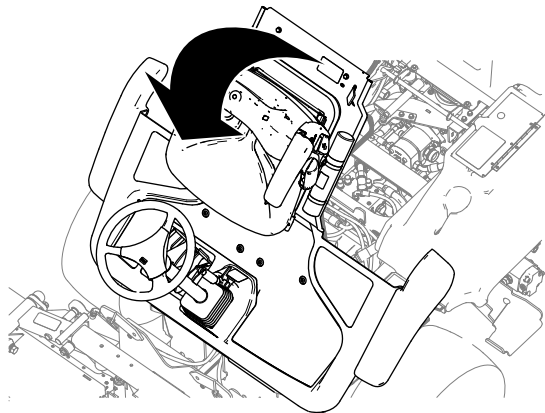

Figura 44
2. Eleve la plataforma (Figura 44).